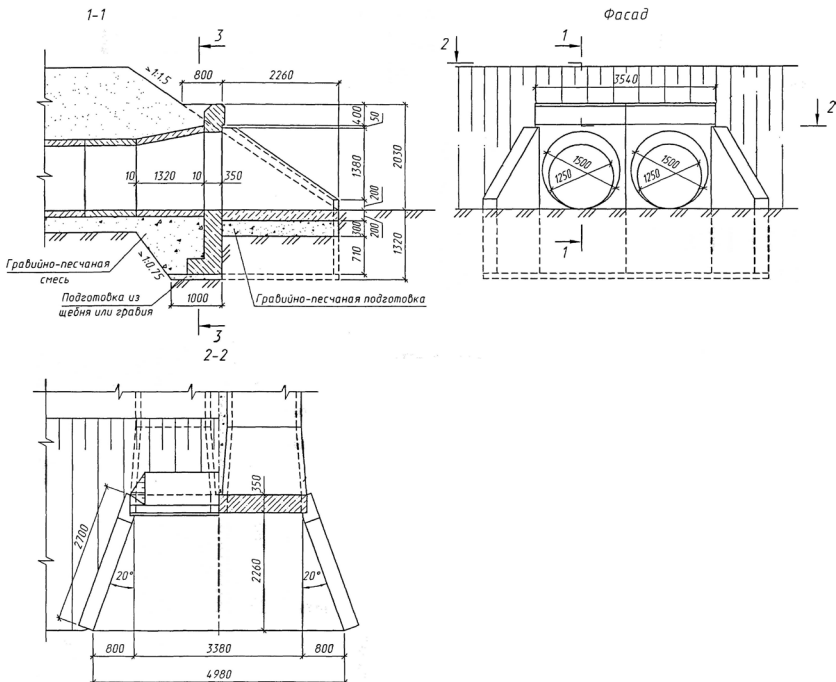

Рис. 5. Схема оголовка водопропускной трубы
4. По исходным данным (рис. 5) вычертить схему оголовка водопропускной трубы в произвольном масштабе. Указать конструктивные элементы оголовка. Чертежи выполняются на миллиметровой бумаге формата А3. При выполнении чертежей необходимо соблюдать требования к оформлению графического материала.